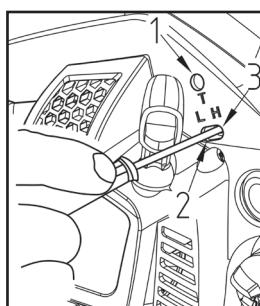

Рис. 12
- Положение игл **H** (Рис. 12 поз. 3) и **L** (Рис. 12 поз.2) ограничены количеством поворотов так, как показано на рисунке ниже.
- Поверните винт **T** регулировки холостого хода (Рис. 12 поз.1) против часовой стрелки так, чтобы пильная цепь не врвщалась. При слишком низких оборотах холостого хода, поверните винт по часовой стрелке.
- Сделайте тестовый распил. Отрегулируйте иглу **H** (Рис. 12 поз. 3) для получения наилучшей мощности работы, но не максимальной скорости.